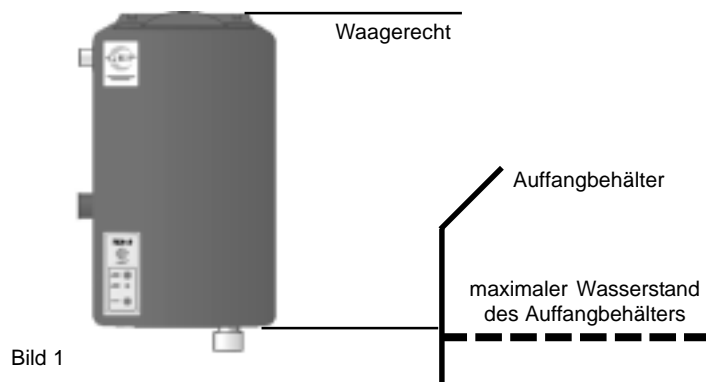

Bild 1
- oberhalb des maximalen Wasserstandes des Auffangbehälters (z.B. Zisterne/ Erdtank/ Kellertank), siehe Bild 1.